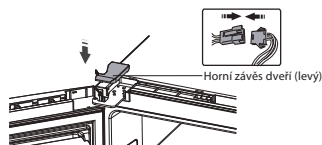

Fig. 16
16. Fig. 16 Připojte konektor propojovacího elektrického kabelu podle instrukcí v bodě 3 a na horní závěs instalujte příslušný (levý) kryt horního závěsu dveří, který naleznete v plastovém sáčku s příslušenstvím.